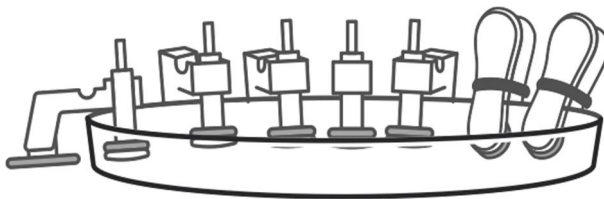

Рис. 21. Замачивание рабочих частей мостиковых ЭЭГ-электродов
- При использовании мостиковых ЭЭГ-электродов необходимо предварительно (до начала обследования) замочить рабочие части электродов в физиологическом растворе (рис. 21) (см. руководство по эксплуатации «Электроды электроэнцефалографические, средства их крепления и подключения»).